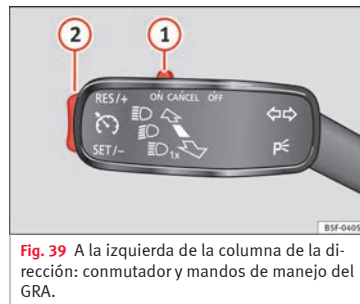

Fig. 39 A la izquierda de la columna de la dirección: conmutador y mandos de manejo del GRA.
- Conectar el GRA: desplace el conmutador » » **fig. 39 1** hasta **ON**. El sistema está encendido. El sistema no regula al no haber programado ninguna velocidad.
- Activar el GRA: pulse el botón » » **fig. 39 2** en la zona **SET/-**. La velocidad actual se memoriza y regula.
- Desconectar el GRA temporalmente: desplace el conmutador » » **fig. 39 1** hasta **CANCEL** o pise el freno. La regulación se desconecta temporalmente.
- Conectar el GRA de nuevo: pulse el botón » » **fig. 39 2** en **RES/+**. La velocidad memorizada se guarda y regula otra vez.
- Desconectar el GRA: desplace el conmutador » » **fig. 39 1** a **OFF**. Se desconecta el sistema y la velocidad memorizada se borra.